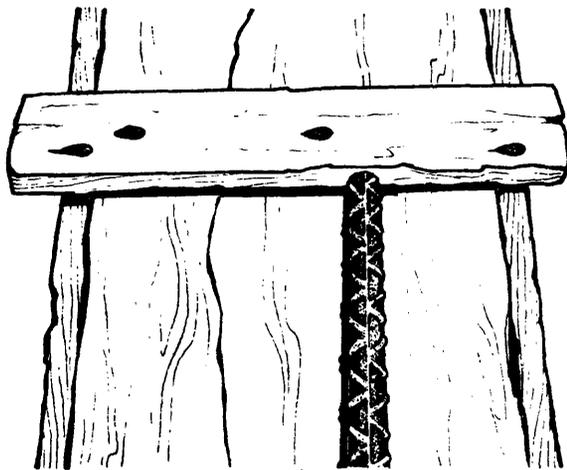

Fig. 1
- 2º paso Introduzca la cabilla por cortar, en la ranura de corte, y corra la punta hasta que pegue de la traviesa (figs. 1 y 2).